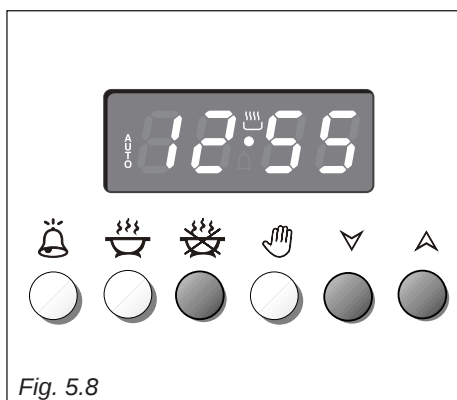

Fig. 5.8
2. Déterminer l'heure d'arrêt de la cuisson en pressant le poussoir  et le poussoir  pour avancer, ou le poussoir  pour revenir si le temps désiré a été dépassé (fig. 5.8).